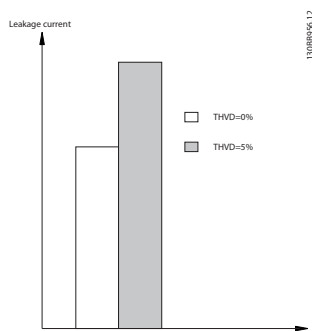

Рисунок 3.29 Влияние искажения в цепи на ток утечки
- линейные искажения (см. Рисунок 3.29)